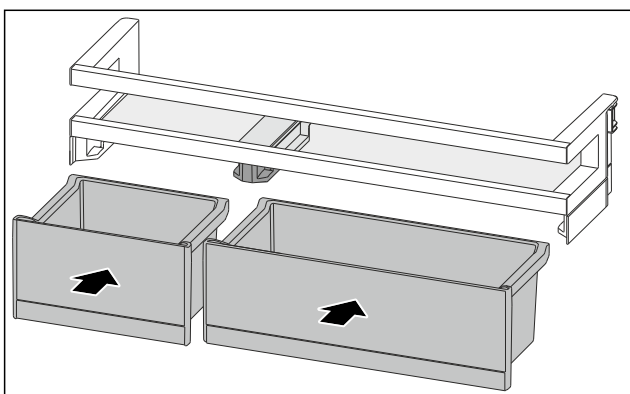

Fig. 83
- ▶ VarioBoxen in gewijzigde toewijzing plaatsen. (zie Fig. 83)